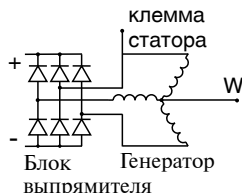

Рис. 4
**Дизельный двигатель с генератором имеющим W выход** - желтый провод выведите под капот и подключите к клемме W. Рис. 4.
**Дизельный двигатель с генератором не имеющим W выхода** - желтый провод выведите под капот и подключите к один из выводов обмоток статора до выпрямительных диодов. Рис. 4.